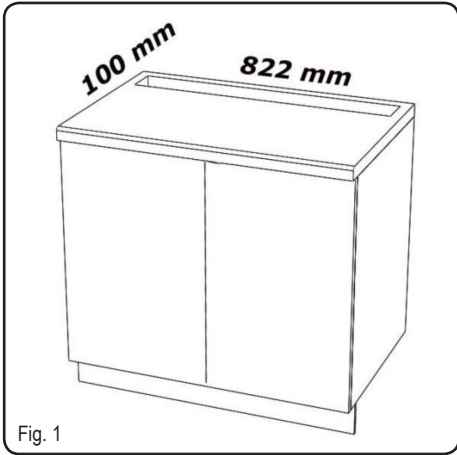

Fig. 1
- Effettuare nella parte posteriore del piano cottura, un foro rettangolare con le seguenti dimensioni: (Fig. 1)